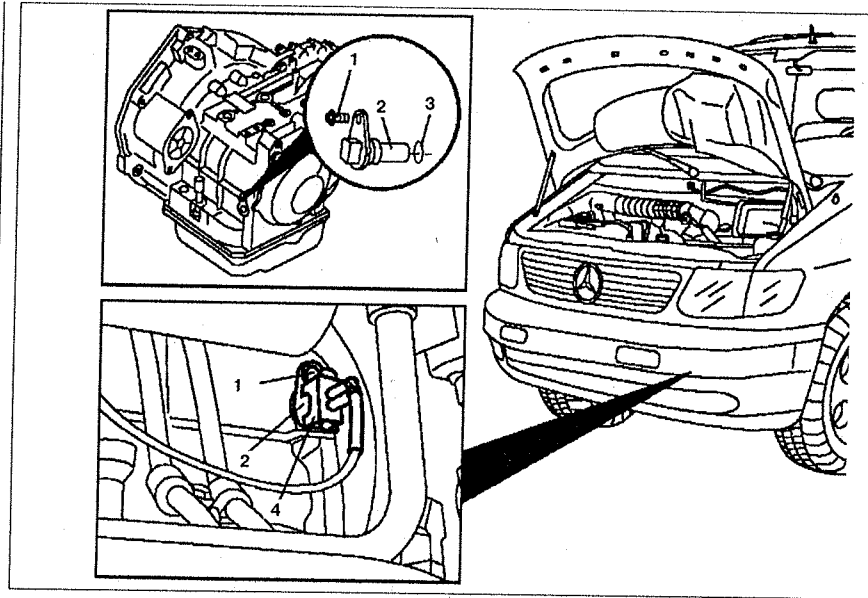

Рис. 6.66. Индуктивный датчик частоты вращения ведомого вала АКПП (автомобили с двигателем 104.900):
2. Отсоедините переходник 4 (см.рис.6.66).